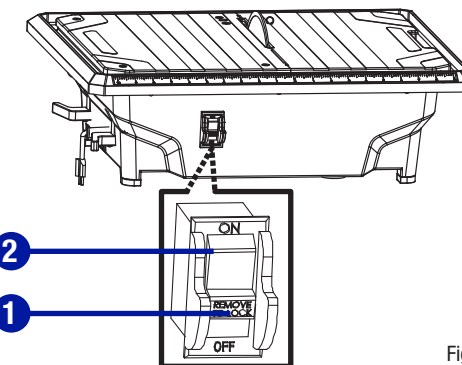

Fig. 9
**INTERRUPTEUR MARCHÉ/ARRÊT (Fig. 9)**
- Pour mettre la scie en marche, insérez la clé de sécurité (1) dans le boîtier de l'interrupteur (2). Comme mesure de sécurité, l'interrupteur ne peut pas être réglé à la position de mise en marche si la clé est retirée.